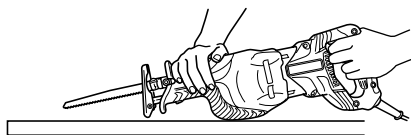
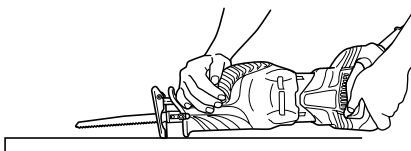

Fig. 22
Fig. 23
Avec cet outil, il est possible d'effectuer des coupes de poche dans des panneaux de contreplaqué et des panneaux de bois mince. La coupe de poche s'effectue en toute facilité avec la lame installée à l'envers, comme indiqué aux Fig. 23, 25 et 27. Utiliser une lame aussi courte et épaisse que possible. Il est recommandé d'utiliser la lame BIMETAL No. 132 mentionnée dans la page 27. Procéder avec précaution pour effectuer la coupe de poche et observer les procédures suivantes.
- (1) Appuyez la partie inférieure (ou la partie supérieure) du socle contre le matériau. Tirer sur la gâchette tout en maintenant l'extrémité de la lame éloignée du matériau. (Fig. 22, Fig. 23)